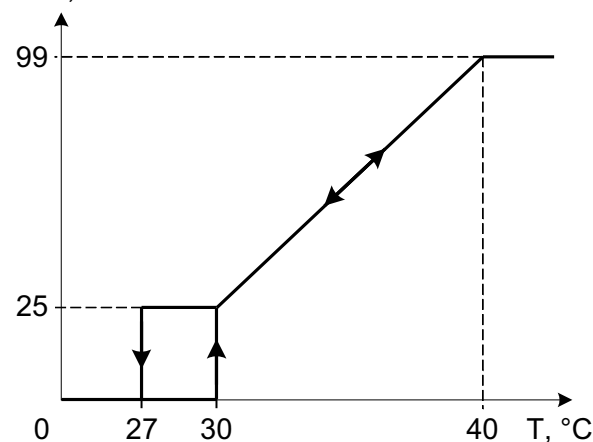

Рис.2. Алгоритм работы
- Включите электропитание кондиционера. Запустите кондиционер в режиме «холод» и проверьте работу регулятора, используя манометр высокого давления, согласно алгоритма работы устройства (Рис.2).
При температуре конденсации $+40\text{ }^{\circ}\text{C}$ и выше выход регулятора имеет максимальное значение и двигатель вентилятора вращается на максимальных оборотах (Рис.2). По мере снижения температуры конденсации в пределах от $+40\text{ }^{\circ}\text{C}$ до $+30\text{ }^{\circ}\text{C}$ регулятор снижает скорость вращения двигателя до минимального значения ($\sim 25\%$) по линейной зависимости. При дальнейшем снижении температуры конденсации в пределах от $+30\text{ }^{\circ}\text{C}$ до $+27\text{ }^{\circ}\text{C}$ скорость вращения двигателя остается минимальной. При достижении температуры конденсации значения меньше $+27\text{ }^{\circ}\text{C}$ происходит выключение двигателя. Далее во время роста температуры конденсации включение двигателя вентилятора происходит при температуре $+30\text{ }^{\circ}\text{C}$ (гистерезисная петля).